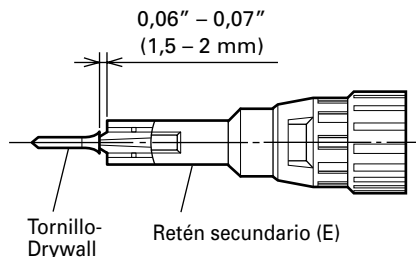

Fig. 5
- (2) Para tornillos-Drywall (Fig. 5)